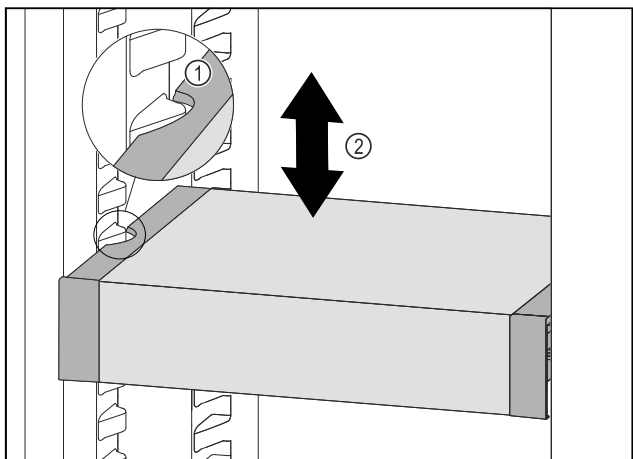

Fig. 88
- ▶ VarioSafe ťahajte dopredu, dokým sa bočné vybrania VarioSafe nebudú nachádzať vo výške rebra nádoby v chladničke. Fig. 88 (1)
- ▶ VarioSafe v chladničke presúvajte nahor alebo nadol, dokým sa dosiahne požadovaná výška. Fig. 88 (2)